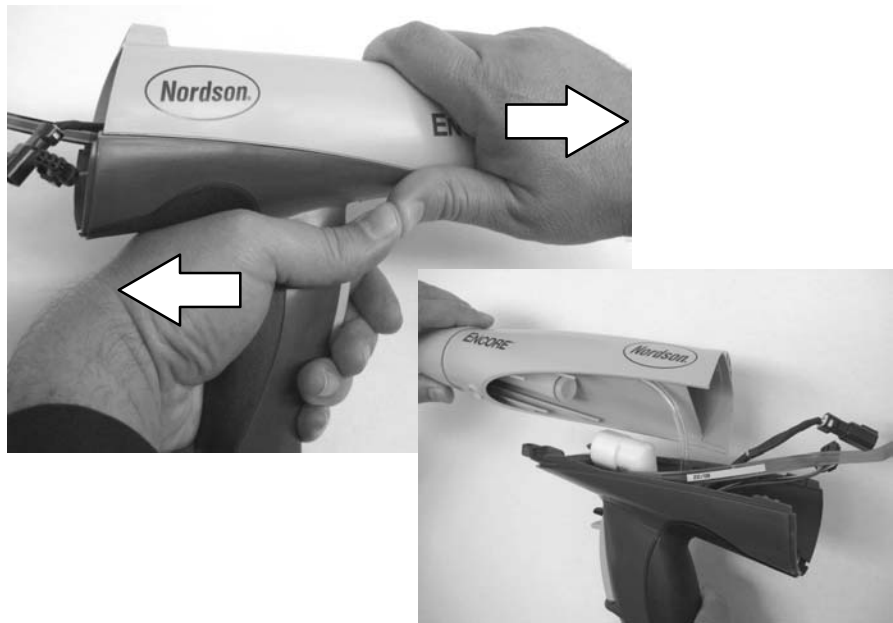

Fig. 5-6 Séparation de la poignée du corps du pistolet
6. Voir la figure 5-6. Saisir la poignée d'une main et le corps du pistolet de l'autre. Presser les deux pouces l'un contre l'autre tout en tirant dans les directions opposées pour séparer le corps du pistolet de la poignée.